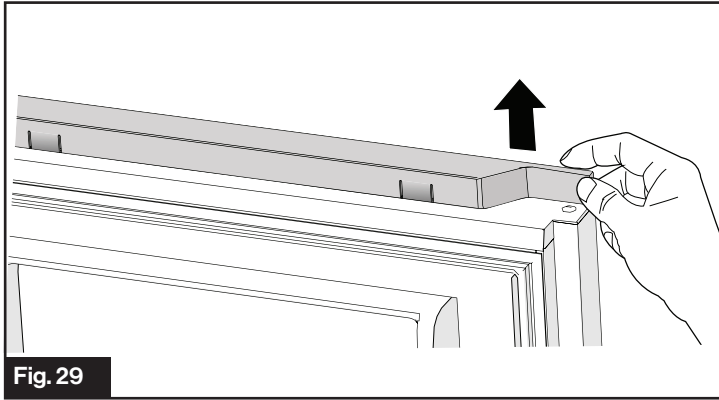

Fig. 29
1. Sujete la parte derecha de la tapa superior y tire hacia arriba para retirarla. (Fig. 29)